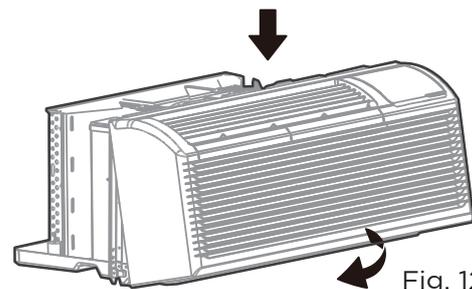

Fig. 12
- Réinstallez le panneau avant. (Voir Fig 12)